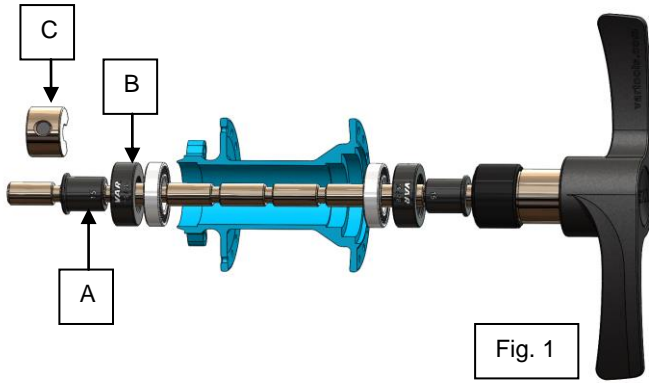

Fig. 1
Presser les roulements – axe de moyeu lisse (Fig. 1 et 2)
1. Votre presse à roulements est fournie avec des guides (A, Fig. 1) correspondant au diamètre interne des roulements. Choisissez le guide correspondant au diamètre interne du roulement à presser. Les diamètres internes sont rappelés sur les guides : 12, 15, 17, 20, 25.
2. Choisissez la bague (B, Fig. 1) correspondant à l'un des roulements à presser, puis placez-la sur le guide choisi à l'étape précédente. Les dimensions du roulement sont rappelés sur les bagues : 12/21, 12/24, 12/28, 15/24, 15/28, 17/26, 17/30, 20/32, 25/32.
4. Dévissez en partie la poignée de l'axe de la presse. Retirez la butée aimantée (C, Fig. 1) de l'axe de l'outil. Dans sa mallette, la poignée est vissée à fond et la butée aimantée est placée proche de la poignée.
6. Mettez le premier ensemble guide + bague + roulement sur l'axe de l'outil, puis faites passer la presse dans le moyeu, et enfin placez le second ensemble guide + bague + roulement (Fig. 1).
7. Positionnez la butée aimantée (C, Fig. 1) dans l'une des rainures de l'axe, le plus proche possible du moyeu.